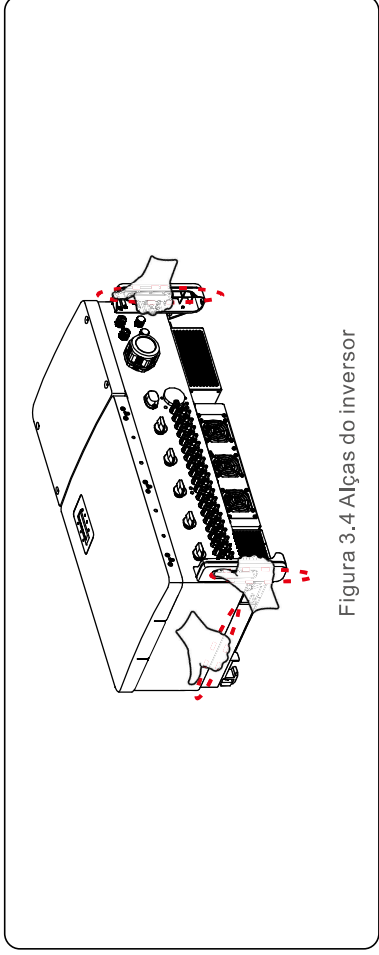

Figura 3.4 Alças do inversor
2. São necessárias duas pessoas para remover o inversor da caixa de transporte. Use as alças integradas ao dissipador de calor para remover o inversor da caixa (consulte a Figura 3.4).